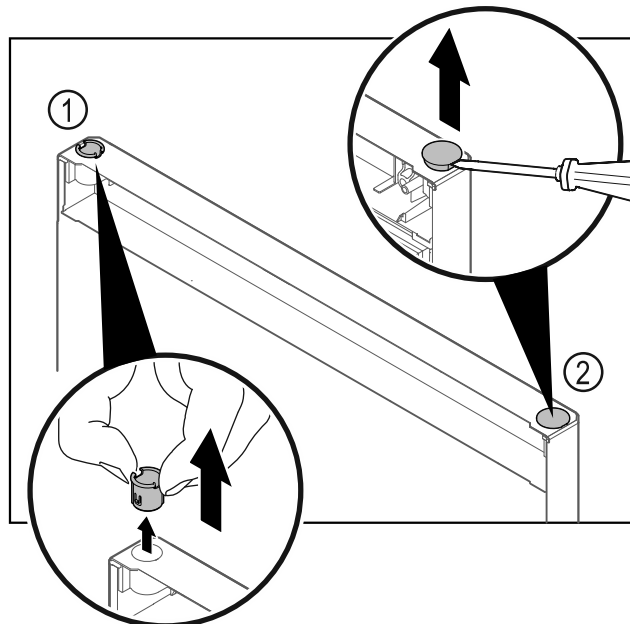

Fig. 22
- Scharnierbus Fig. 22 (1) met de vingers eruit trekken.
- Afdekstop Fig. 22 (2) voorzichtig met een sleufschroevendraaier optillen en eruit trekken.